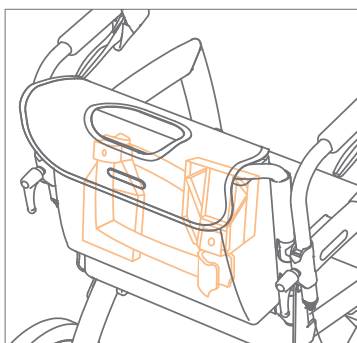

Figura 36: I poggiatesta nella borsa del pacchetto della sedia da trasporto.
- a. Tenere il pacchetto della sedia a rotelle Rollz con la borsa verso di sé (**Figura 36**).